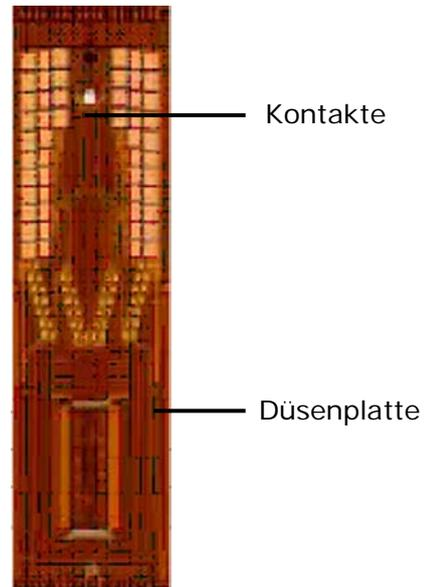

Abbildung 50: Düsenplatte und Kontakte
- Bringen Sie den Alkohol **nicht** in Kontakt mit der Düsenplatte (siehe Abbildung 50)!